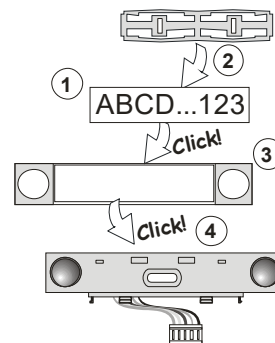

Abbildung 3: Einfügen eines Etiketts in ein Kontrollsegment
- Wenn die Batterien eingelegt sind, beginnt die gelbe hintergrundbeleuchtete Aktivierungstaste (3) dauerhaft zu leuchten, was anzeigt, dass das Modul noch nicht im System angemeldet wurde.
- Drücken Sie die beleuchtete Aktivierungstaste (3) - das Modul ist damit angemeldet und die gelbe LED-Anzeige erlischt (dies kann einige Sekunden dauern). Ein Anmeldesignal kann auch durch Einlegen der Batterien gesendet werden.
- Wenn Sie die Installation abgeschlossen haben, legen Sie die Beschreibungsetiketten hinter die transparente Kunststoffabdeckung des Segments und schließen Sie diese, siehe Abbildung 3. Der Etikettendruck ist ein Teil von F-Link (Fenster **Geräte**, bei der Position **RFID-Modul - Interne Einstellungen**).